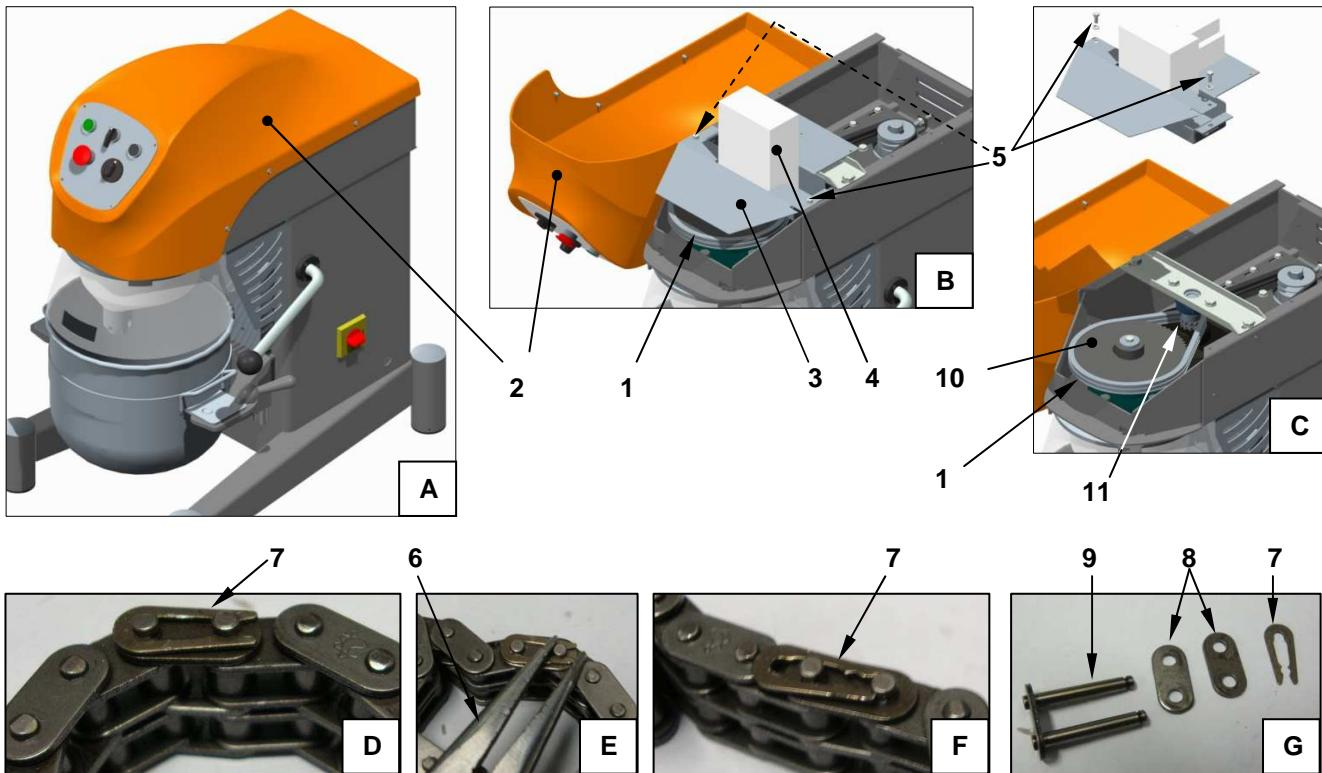

Рисунок 19- Регулировка напряжения цепи передачи
См. Рисунок 19, демонтаж цепи рис.1:
- j) освободить опору рис.18 от винта рис.19; извлечь их и установить повторно;
- закрутить на одну из сторон опоры рис.18 винт рис.19 пропустив его через отверстие цоколя (внимание! не забыть зафиксировать его гайкой) рис. 3 Рисунок 18)